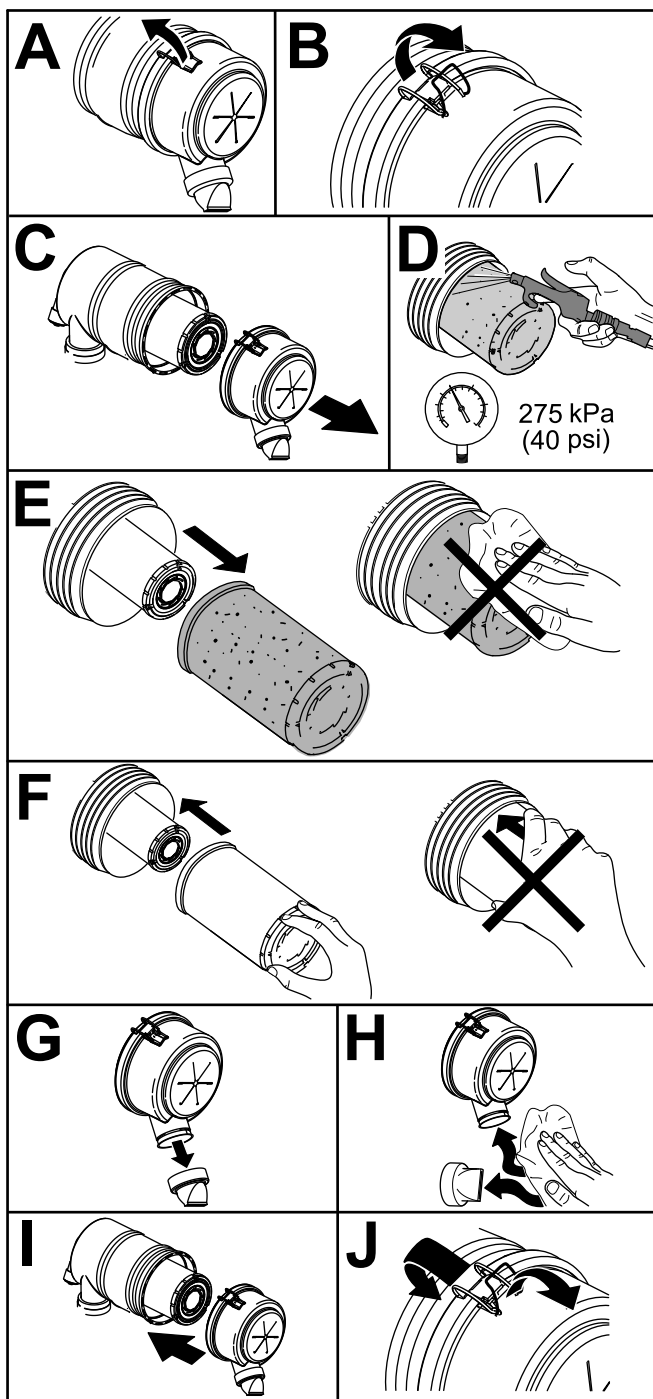

Figure 56
1. Remplacez l'élément filtrant (Figure 56).